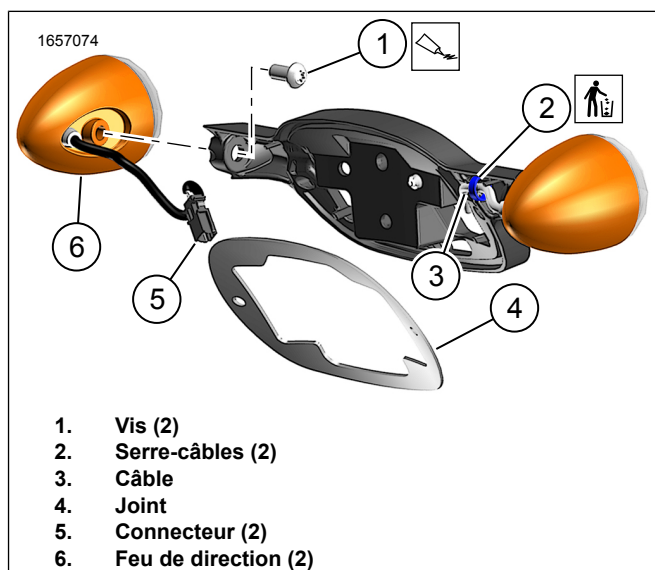

Figure 5. Ensemble de feux de direction
- a. Voir la figure 5. Appliquer du frein filet sur les vis (1).